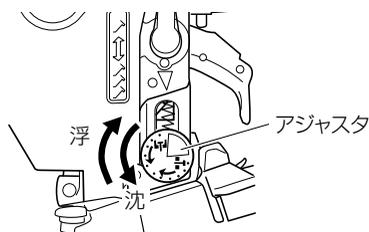

図 24
(1) アジャスタの調整
- 釘の頭が浮くときはアジャスタを沈む方(マーク )に回します。(図 24、25)